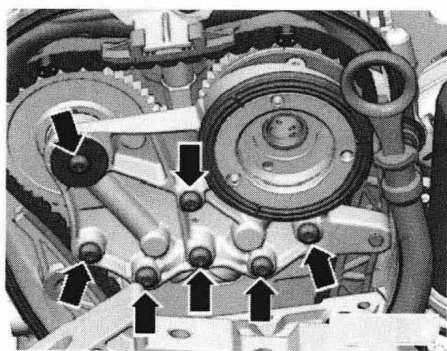

图 1-1-3
(3) 如图 1-1-3 所示，拧下轴承盖上的螺栓，取下轴承盖。
(11) 安装凸轮轴正时链张紧轨。
(12) 安装凸轮轴正时链滑轨。
(13) 套上轴承桥并用手拧紧螺栓（图 1-1-3）。